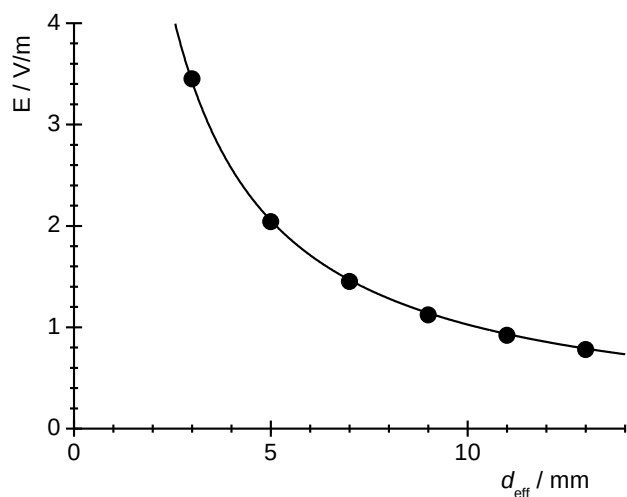
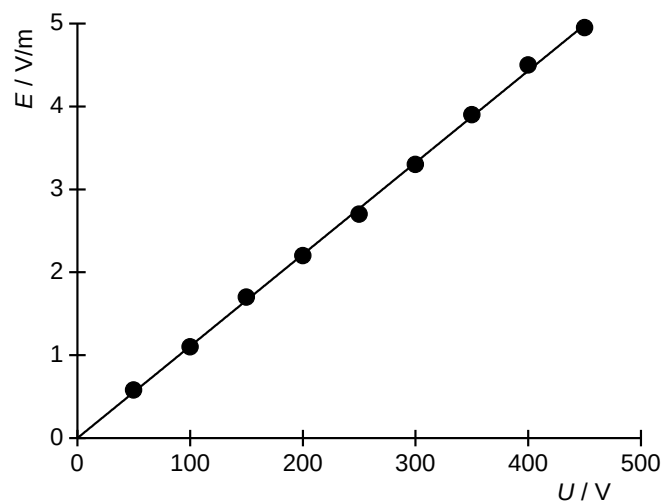

Fig. 3: Elektrisches Feld im Plattenkondensator in Abhängigkeit vom effektiven Plattenabstand für $U = 100$ V.
Fig. 4: Elektrisches Feld im Plattenkondensator in Abhängigkeit von der angelegten Spannung U für $d_{\text{eff}} = 10$ mm.
- Die gemessenen elektrischen Feldstärken E in Abhängigkeit des effektiven Plattenabstandes d_{eff} (Tab. 2) und der angelegten Spannung U (Tab. 3) graphisch darstellen (Fig. 3, 4).
- Die hyperbolische Abhängigkeit der elektrischen Feldstärke vom effektiven Plattenabstand (Fig. 3) und die lineare Abhängigkeit von der angelegten Spannung (Fig. 4) nach Gleichung (2) werden bestätigt.